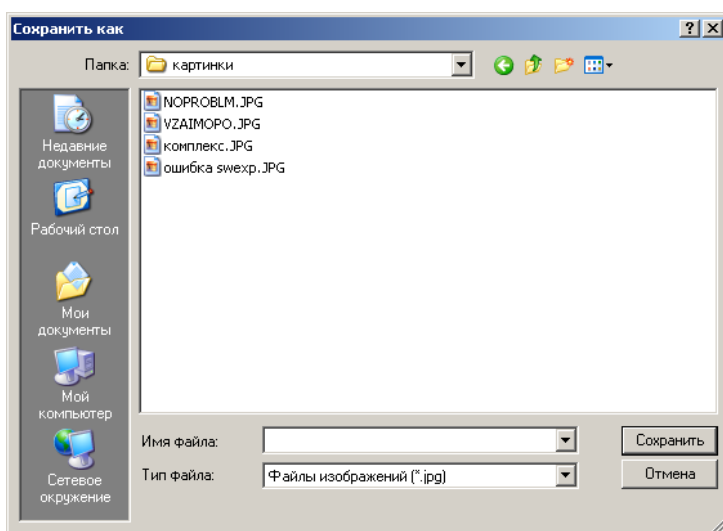

Рис. 7.5 Диалоговое окно «Сохранение документа».
1. Выберите команду **ФАЙЛ - Сохранить рисунок** или нажмите кнопку  – «Сохранить рисунок» на панели инструментов. Откроется диалоговое окно «*Сохранение рисунка*» (Рис. 7.5).